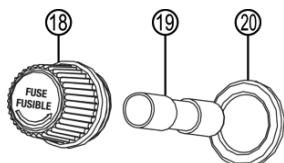

Figure 10: Fusible 230 V dans le compartiment de rangement
Ouvrez le couvercle du compartiment de rangement au dos de l'appareil. Retirez les câbles de raccordement et le tuyau pneumatique. Voir également fig. 3 dans la vue d'ensemble. Dévissez le capuchon de fermeture (pos. 18 dans la fig. 10). Retirez le fusible (pos. 19 dans la fig. 10) de son support (pos. 20 dans la fig. 10). Remplacez-le par un fusible neuf de même intensité. Vissez le capot de fermeture de nouveau dans le support.